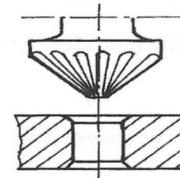

Fig. 2
- 2- Chanfreiner chaque extrémité du perçage (fig. 2).